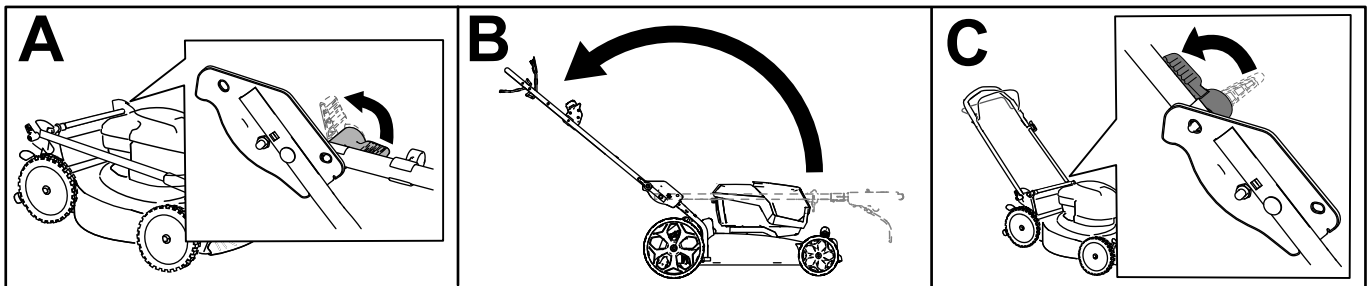

Figura 5
1. Abra las palancas de bloqueo del manillar (Figura 5, A).
2. Mueva el manillar hacia atrás a la posición de uso (Figura 5, B).
4. Mueva la palanca de bloqueo del manillar hasta que el pasador se enganche en su sitio, para bloquear el manillar en la posición de uso (Figura 5, C).